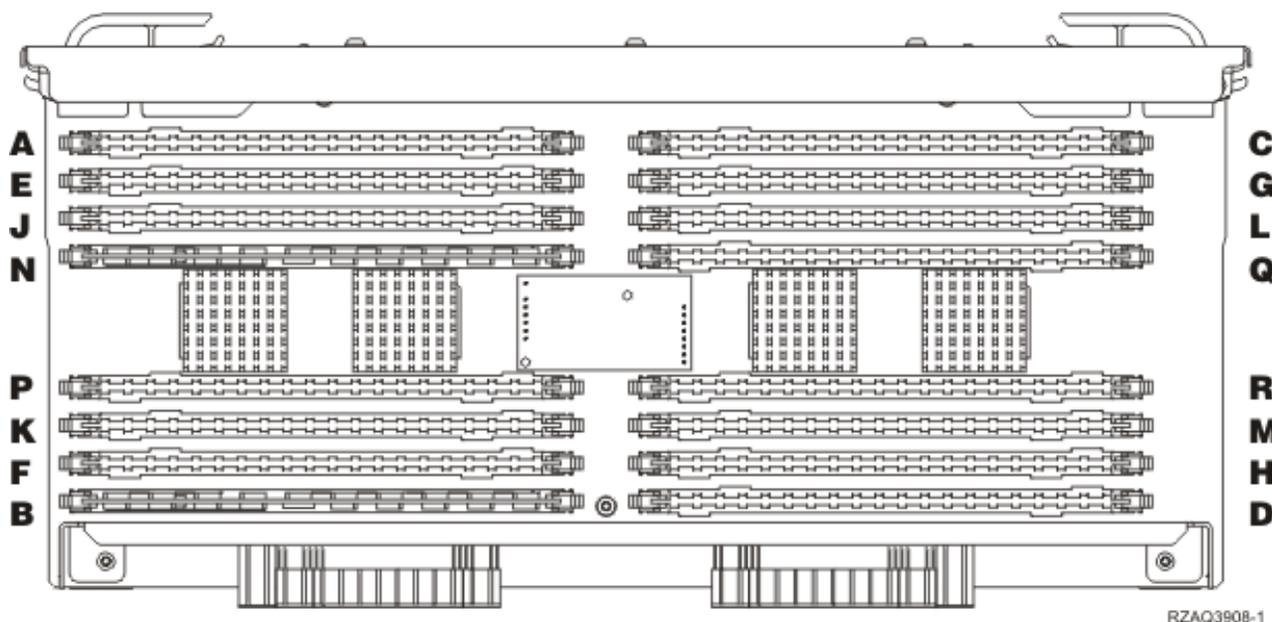

Figura 29. Localizações da Memória no Conjunto de Placas
- A **Figura 29** mostra as localizações da placa de memória no conjunto de placas de memória principal.